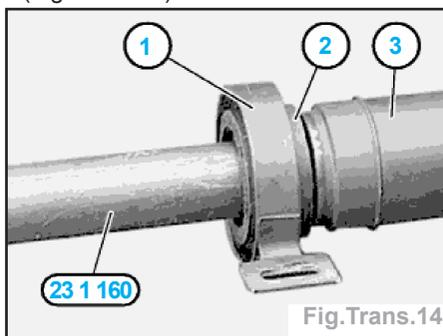

Fig. Trans. 14
- Graisser la cannelure de l'arbre (2).
- Enfiler l'arbre de transmission avant (3) dans l'arbre (2) en respectant les repères apposés lors du démontage (les repères doivent être alignés).
- Visser à la main la bague filetée (1) avec l'arbre de transmission (3).
- Glisser le nouveau palier central (1) sur l'arbre de transmission (3). L'épaulement (2) doit se trouver du côté de l'arbre (3) (Fig. Trans. 14).